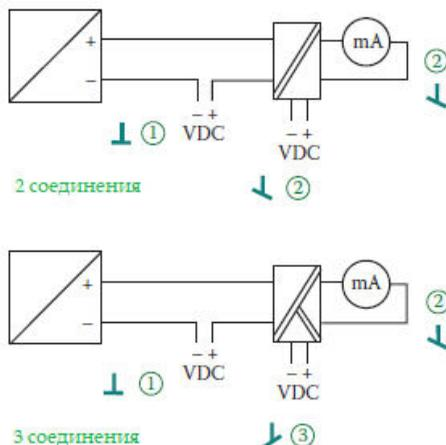

Рисунок 7.3
Упрощенное объяснение заключается в том, что ток "идет по неправильному пути", и если это произойдет, то индикатор будет показывать нулевое или очень низкое значение. Во многих случаях эту проблему можно решить, просто подключив устройства в другом порядке, так что индикатор "заземлен" является последним устройством в цикле. Другое решение – использовать "изолятор" или "i / i-конвертер". Изолятор будет копировать сигнал на выход, но с новой (изолированной) ссылкой, что предотвратит проблемы с заземлением/заземлением системы. Изоляторы с двумя ссылками будут отделять вход (1) и выход (2) друг от друга. Изолятор с тремя ссылками также будет держать напряжения питания (3) разделенным (рис. 7.3).